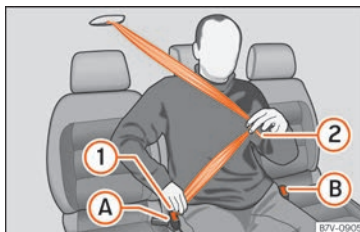

**Fig. 14** Abrocharse el cinturón del asiento central de la segunda fila.
- Tire hacia abajo de la cinta del cinturón por la lengüeta de cierre » » » **fig. 14** . **No** doble el cinturón al hacerlo » » » .
- Pase la cinta del cinturón por la región pélvica del ocupante tirando de la lengüeta de cierre » » » **fig. 14** .
- Presione la tecla roja en el cierre » » » **fig. 14** . La lengüeta saltará del cierre.